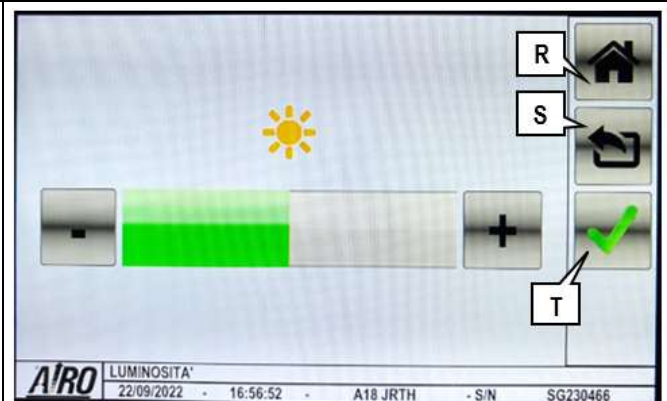

Figura 16
Premere il pulsante (U) per entrare nella pagina mostrata in Figura 16. Con i tasti + e - è possibile aumentare o diminuire la luminosità dello schermo.